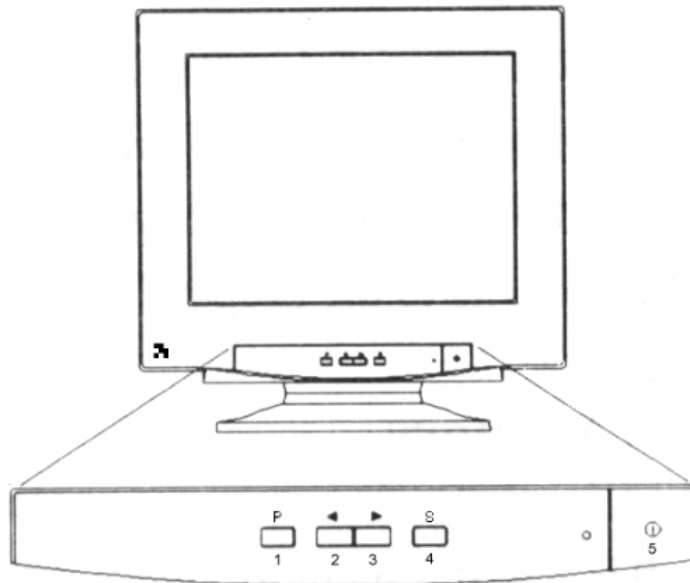

Figura 3: Pulsanti di controllo
1. Accendere il PC. In seguito, accendere il monitor con l'interruttore di accensione apposito (figura 3, pulsante 5). La spia luminosa verde si accende. Dopo alcuni secondi sullo schermo del monitor appare un'immagine.
2. Per spegnere il monitor premere ancora una volta l'apposito interruttore di accensione (figura 3, pulsante 5).